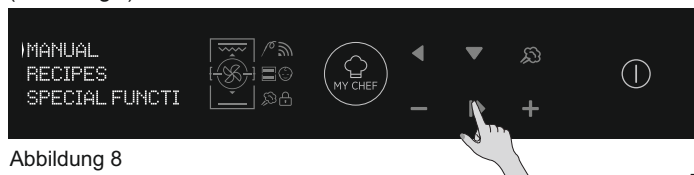

Abbildung 8
- Drücken Sie die OK-Taste, wenn der Pfeil auf der Anzeige unter MANUELL erscheint, um ein Garen in 3 einfachen Schritten einzustellen. (Abbildung 8)